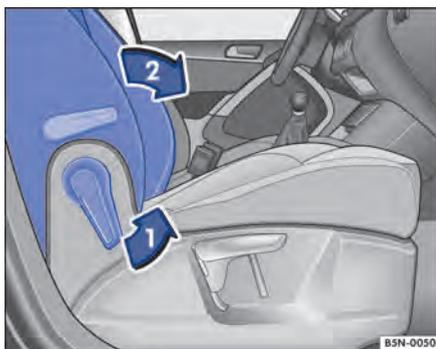

Fig. 93 Rebater o encosto do banco do passageiro dianteiro para frente.
- Destruar o encosto do banco do passageiro dianteiro no sentido da seta → Fig. 93 .